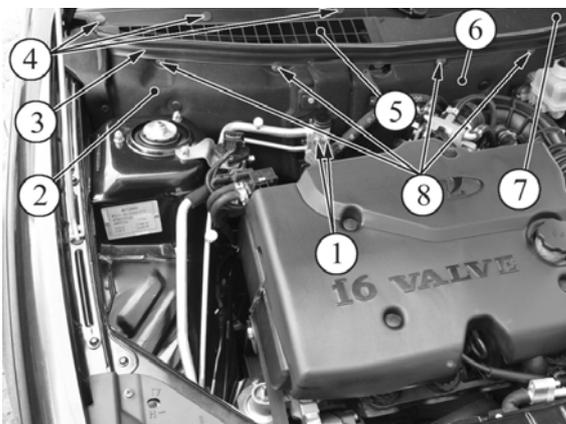

Рисунок 7 – Снятие испарителя:
5.2.7 Отвернуть болты 1, рисунок 7, крепления терморегулирующего вентиля (ТРВ) к испарителю, отсоединить ТРВ от испарителя, установить на патрубки испарителя и в отверстия ТРВ технологические заглушки (головка сменная 10, вороток, удлинитель).